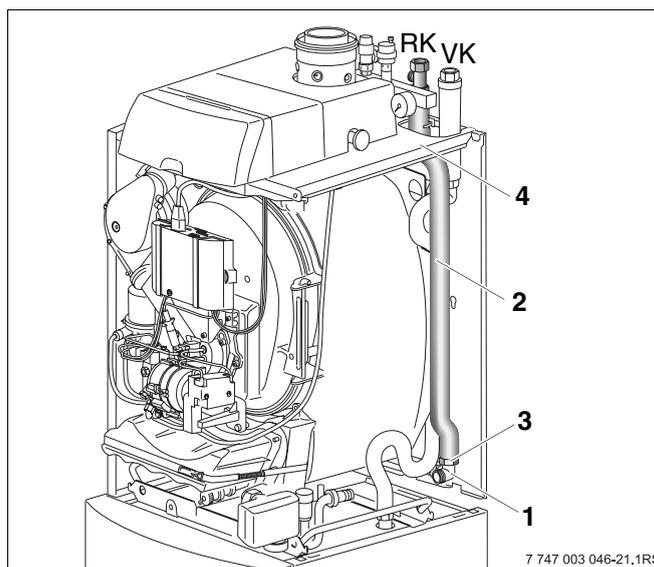

Bild 25 Rücklaufrohr montieren
- Rücklaufrohr Heizkreis (Bild 25, **Pos. 2**) mit T-Stück von unten durch den Ausschnitt der Kesselhaube (Bild 25, **Pos. 4**) führen.
- Rücklaufrohr Heizkreis (Bild 25, **Pos. 2**) mit Dichtung $\varnothing 24 \times 30,5 \times 2$ an den oberen Anschluss des Rücklauf-Winkelverteilers (Bild 25, **Pos. 1**) handfest anschrauben.